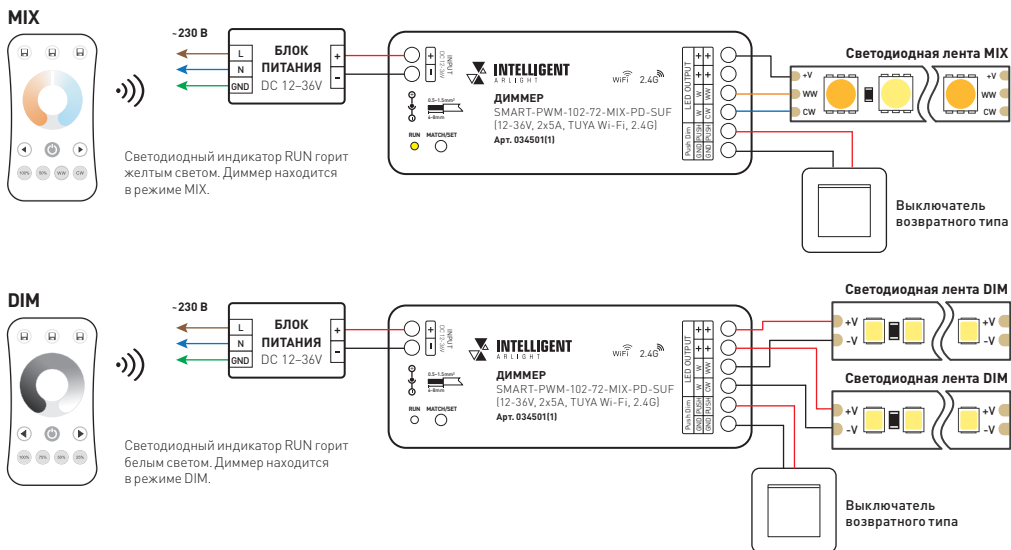

Рис. 1. Схема подключения диммера SMART-PWM-102-72-MIX-PD-SUF
- 3.2. Подключите диммер согласно схеме на рис. 1.